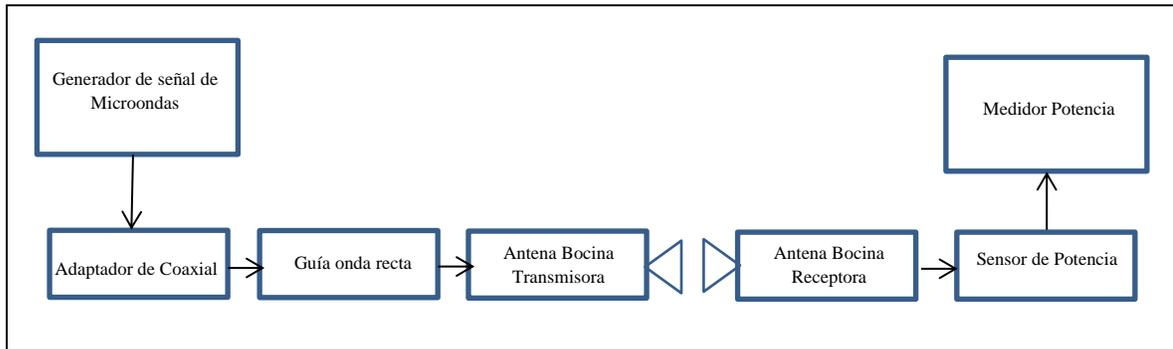

Figura 10.1 Aplicación de la Antenas de Bocina
1. Monte el equipo de microondas tal y como se muestra en el diagrama a bloques de la figura 10.1. Una vez armado el arreglo de guía de onda, encender el generador de microondas, osciloscopio. (Calibrar a cero el medidor de potencia).